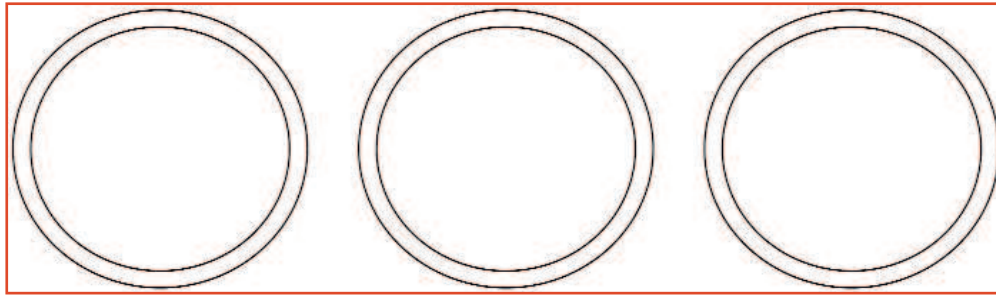

Fig. 6 - anneaux libres
- la figure 6 : les trois anneaux sont libres ;